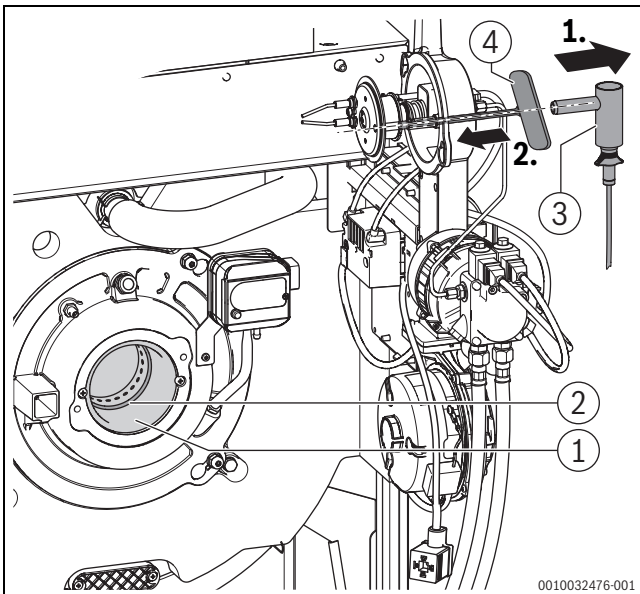

Bild 66 Dichtung prüfen (Serviceposition 1), Verwendung Innensechskantschlüssel zur Ausrichtung des Mischsystems
- ▶ Brenner in Serviceposition 1 bringen (→Bild 66).
- ▶ Winkelhalter mit Flammenfühler (→Bild 66) aus Brennergehäuse ziehen.
- ▶ Zur Ausrichtung des Halterohres des Flammenfühlers mit dem Sichtrohr des Mischsystems einen Innensechskant-Steckschlüssel (Schlüsselweite 5) als Lehre von der Brennergehäuseseite einführen (→Bild 66).
- ▶ Winkelhalter mit Flammenfühler (→Bild 66) wieder bis zum Anschlag in Brennergehäuse einstecken.